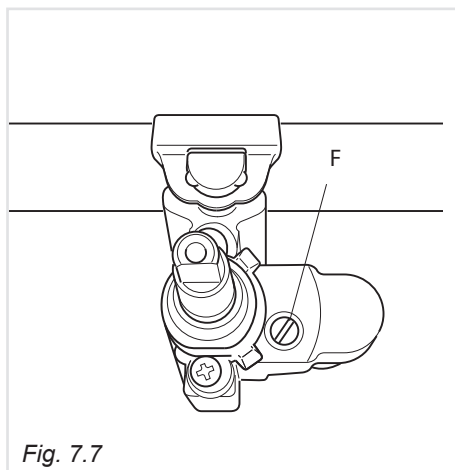

Fig. 7.7
- Togliere la manopola ed agire sulla vite "F" (fig.7.7) fino ad ottenere la fiamma desiderata.